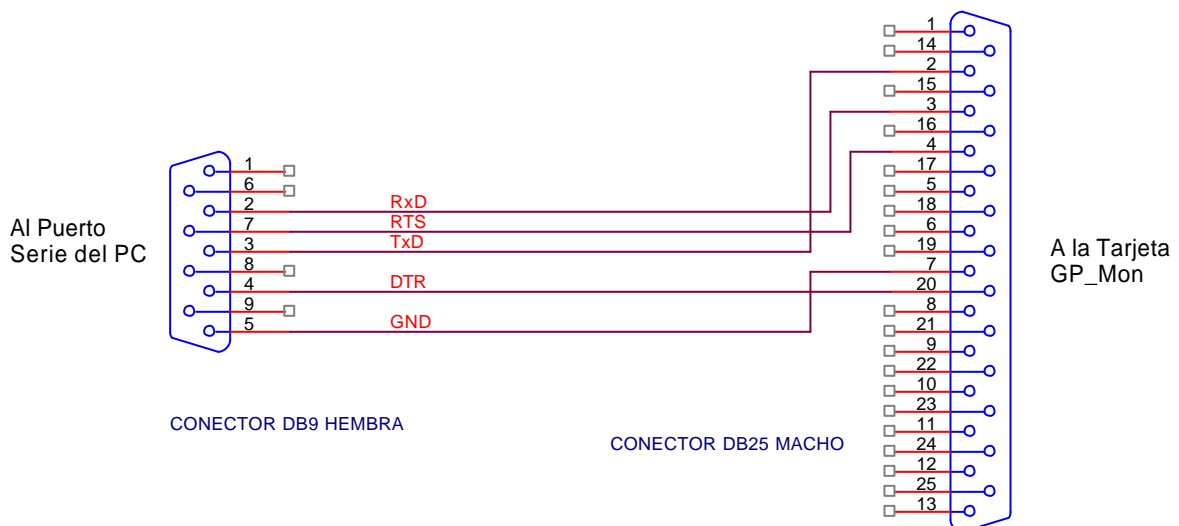

Figura 9. Cable Serie Clase I
**Cable Serie:** Cable de 5 hilos que une el PC con el circuito de adaptación de niveles GP\_Mon. En el lado del PC tiene un conector tipo SubD hembra de 9 pines y en el otro lado un SubD macho de 25 pines. El esquema de montaje se muestra en la Figura 9.